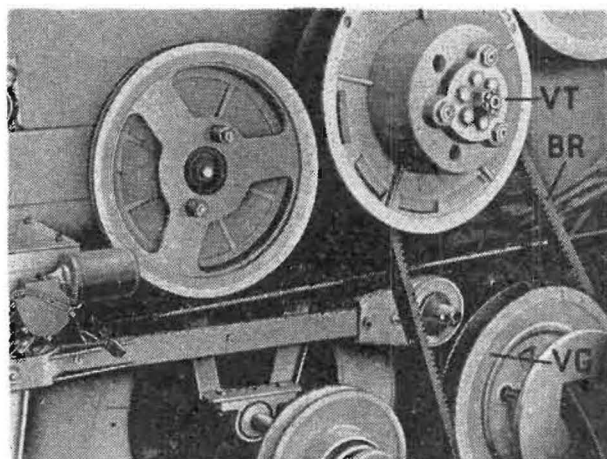

Bild 6/64
Die auf der Zwischenwelle befindliche Variatorscheibe (VT) ist die treibende Scheibe des Fahrtriebes. Das zur Drehzahlverstellung notwendige seitliche Verschieben der beiden Variatorscheibenhälften zueinander erfolgt hier auf hydraulischem Wege mit Hilfe der Stelleinheit (SE) (Bild 6/102).